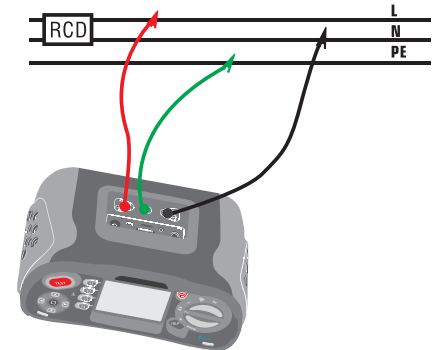

Figura 15 Conexión de la conexión de medición de RCD
- 4- Conecte los cables de prueba como se muestra en la Figura 15